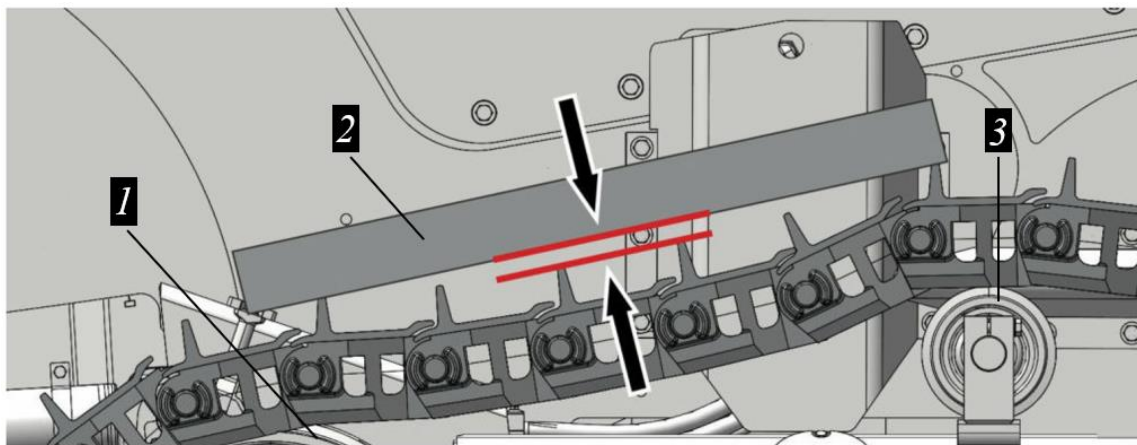

Рисунок 12.35. Проверка натяжения гусеницы
- ▶ Разместите измерительную линейку на гусенице между натяжным колесом и краем (ближайшем) поддерживающим катком см. рис. 12.35.
- Измерить провисание гусеницы на свободном участке цепи между нижней кромкой измерительной линейки и грунтозацепом звена, см. рис. 12.35.